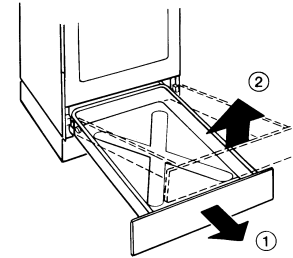

fig. 17: Opberglade verwijderen
- Trek de opberglade tot aan de aanslag uit het fornuis in de richting 1 (zie fig. 17).